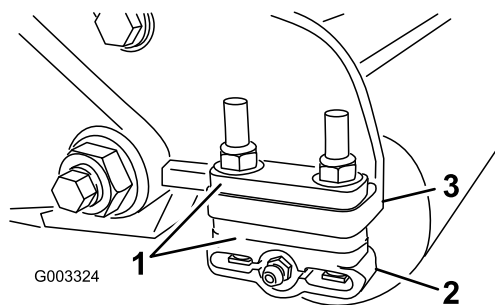

図 12
1. 希望の刈高範囲に必要な数のスペーサを刈高チャートで確認し、スペーサをサイドプレートの取り付けフランジ図 12の下に入れて、後ローラのブラケットの位置を正しくセットする図 12。